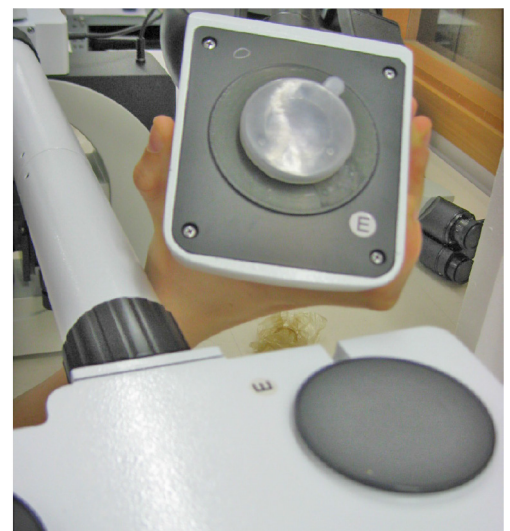

Fig. 9
- 2.10** Inserire le teste di osservazione binoculari, rispettando le lettere di riferimento (Fig. 9).